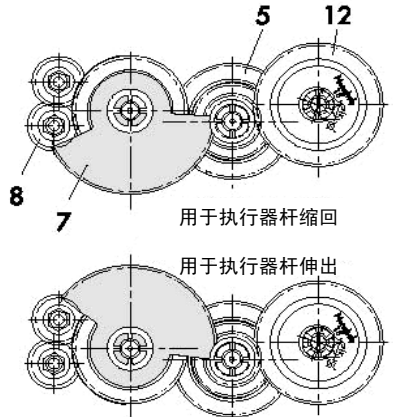

图 7· 加装阀位开关, 举例型号 3374-11000002000、带电位器类型
2. 参照图7上部,在开口(3)处夹住齿轮(2),确认其完全卡入。
2. 参照图 7 上部，在开口（3）处夹住齿轮（2），确认其完全卡入。